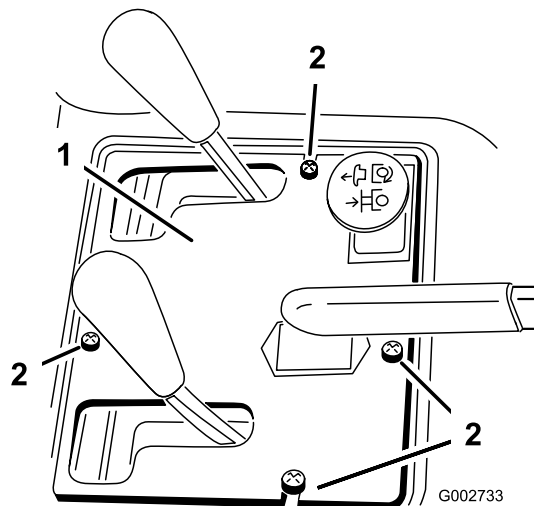

図 37
2. コントロールパネルをフレームに固定しているねじ 4本を外す 図 37。